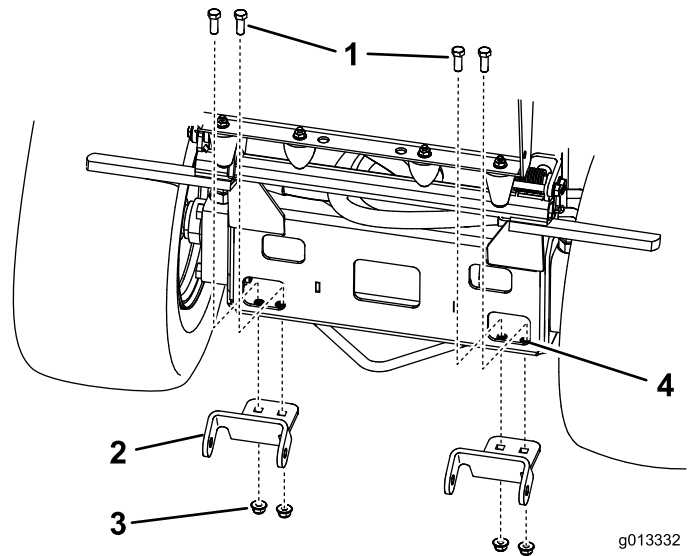

Figura 2
- Instale los soportes en la parte inferior del bastidor con 4 pernos & Bolt3_8x1; o 4 pernos de cuello cuadrado (3/8 x 1 pulgada) y 4 tuercas con arandela prensada (3/8 pulgada) (Figura 2).